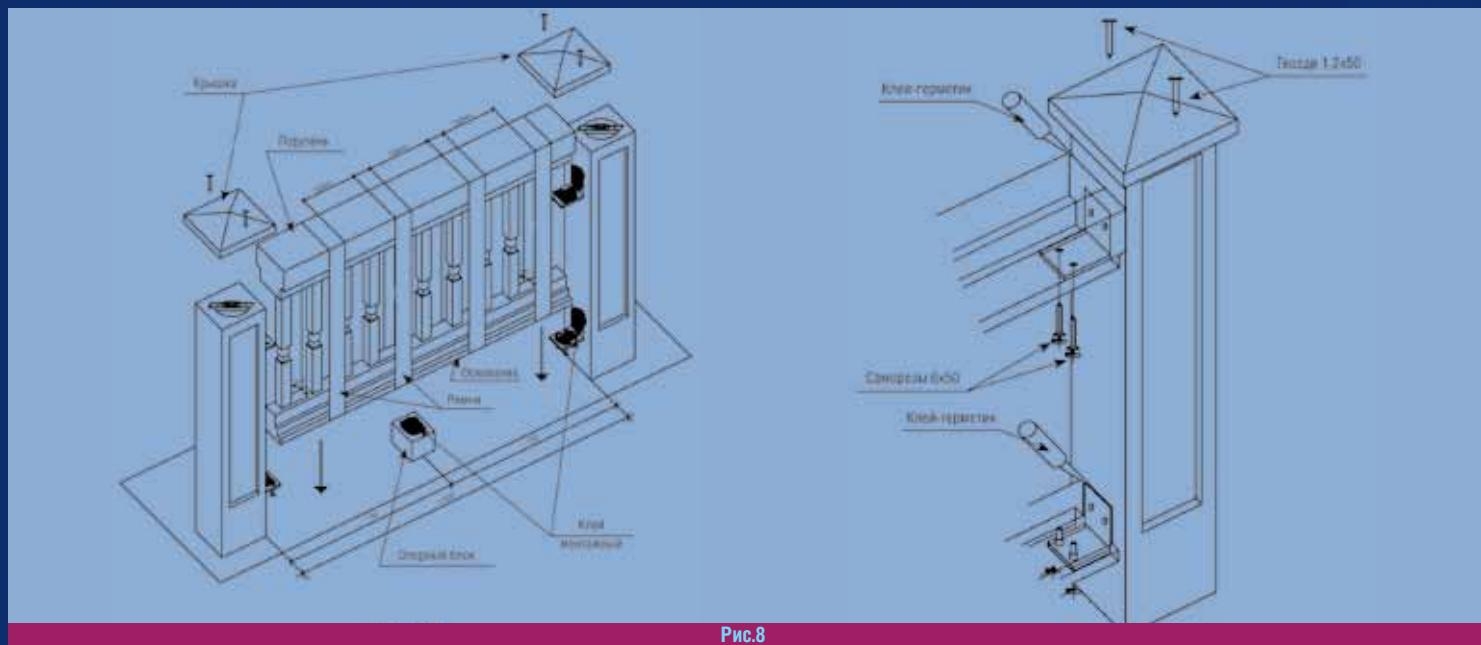

Рис.8
**ВНИМАНИЕ:** При монтаже перил длиной свыше 1,5м, необходимо установить опорный блок (**См. Рис.8**)